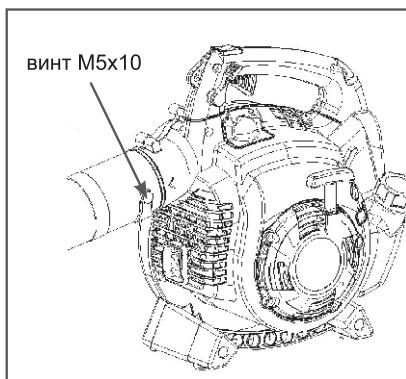

Рис. 5 Закрепление трубы В
5. Закрепить напорную трубу В винтом M5x10 (см. Рис. 5).